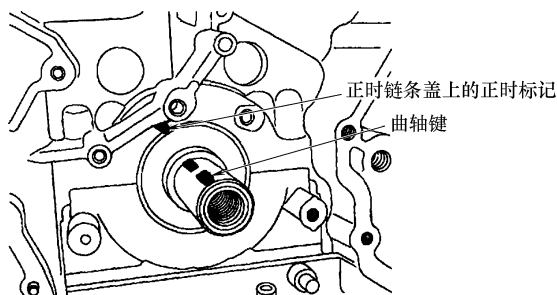

图 29-42 曲轴键对准正时链条盖上的正时标记
1) 将曲轴键对准正时链条盖上的正时标记 (图 29-42), 对准标记后, 1 缸活塞应处于压缩行程上止点位置。